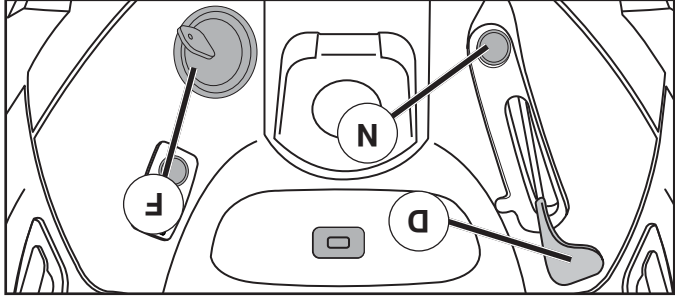

Fig. 6
PARA USAR EL CONTROL DE LA ACELERACIÓN (D) (Vea Fig. 6)
PARA USAR EL CONTROL DE ESTRANGULACIÓN (N) (Vea Fig. 6)
- Use el control de estrangulación cuando esté haciendo arrancar un motor frío. No lo use para hacer arrancar un motor caliente. Para enganchar el control de estrangulación (N), tire la manilla hacia afuera. Lentamente, empuje la manilla hacia adentro para desengancharlo.